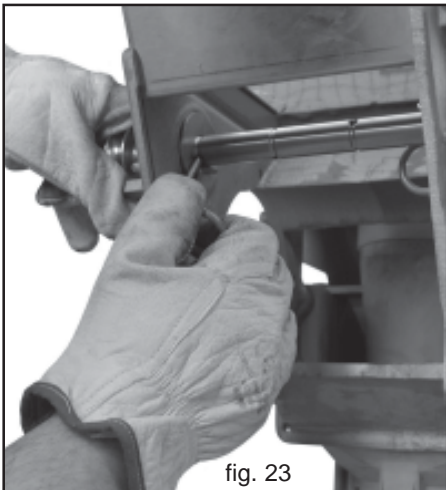

fig. 23
- 2) Alle Rührelemente aus der Rührwelle ziehen (Abb. 23).